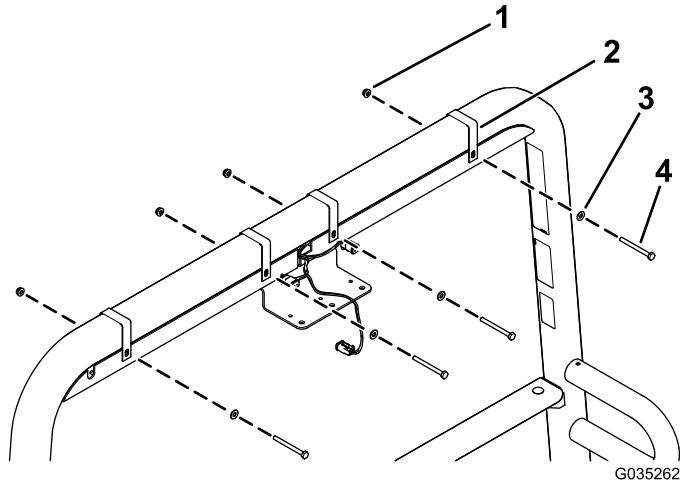

Рисунок 4
2. Прикрепите два швеллера для жгута проводки освещения к конструкции защиты оператора при опрокидывании машины (ROPS) с помощью 4 монтажных кронштейнов швеллер рабочего освещения, 4 болтов с шестигранными головками (1/4 x 2-3/4 дюйма), 4 плоских шайб (1/4 дюйма) и 4 фланцевых гаек (1/4 дюйма), как показано на Рисунок 4.